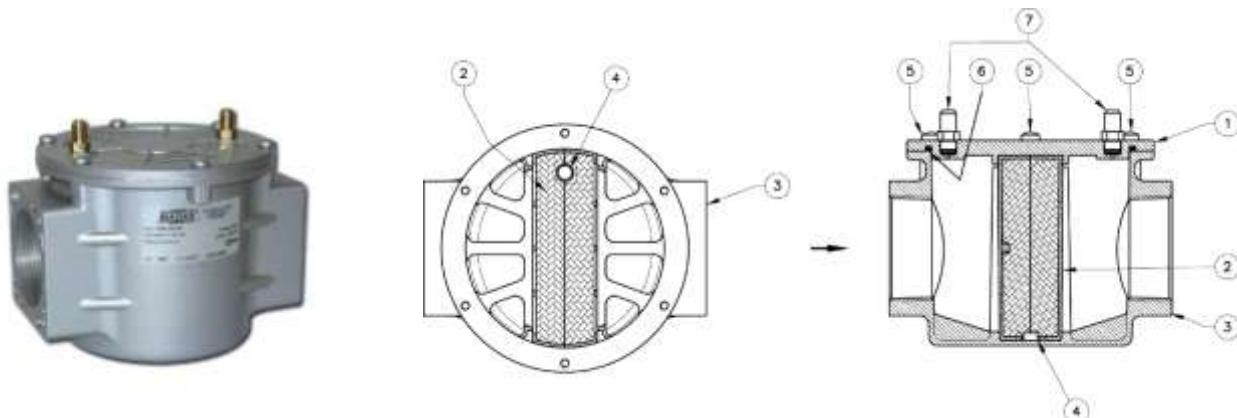

Рис. 3
Фильтры (рис. 3) состоят из: крышки (1); фильтрующий элемент (2); корпус (3); направляющие фильтрующего элемента (4); винты крепления крышки (5); уплотнительное кольцо (6); штуцер для отбора давления (7).